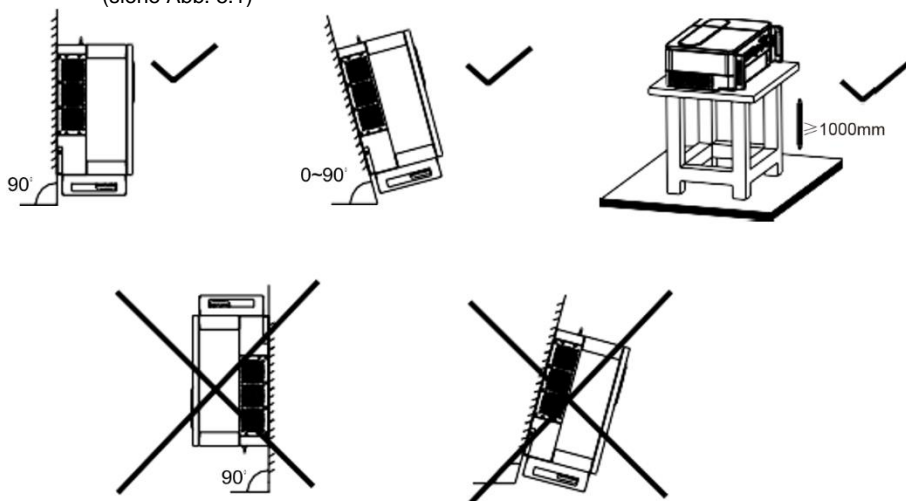

Abb. 5.1
- H. Der Wechselrichter sollte entweder aufrecht oder nach hinten geneigt installiert werden (siehe Abb. 5.1)